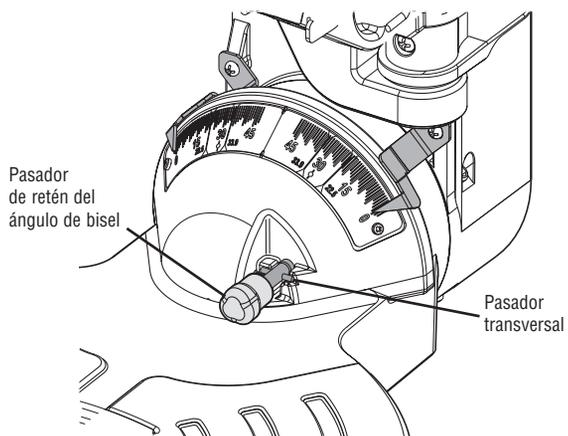

Figura 52. Pasador transversal desacoplado para el intervalo completo de cortes en bisel
- La sierra tiene un pasador de retén del ángulo de bisel que sólo se puede acoplar a 33.9° a la izquierda o a la derecha. Éste es el ángulo de bisel requerido cuando se corta moldura de corona con un "ángulo de resorte" de 38° plana sobre la mesa. NOTA: Si el pasador de retén de bisel se acopla automáticamente a 33.9° e impide la inclinación de la sierra a otro ángulo, simplemente jálalo hasta la parte delantera y rote su pasador transversal 1/4 de vuelta para que descansa en la posición desacoplada. Si el pasador se está atorando en el interior, incline y oscile el cabezal de la sierra de un lado a otro mientras lo jala (vea la figura 52).